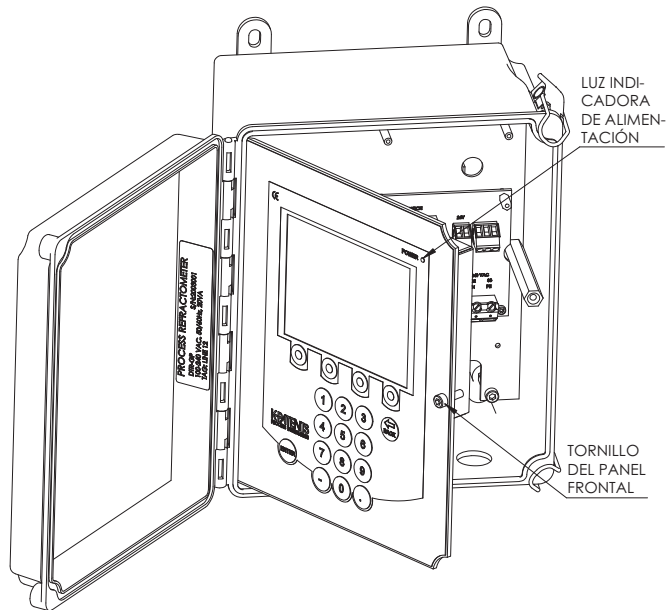
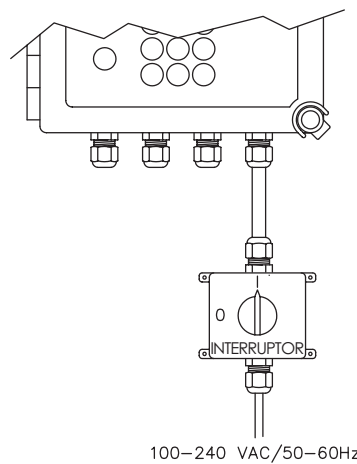

Figura 3.5 Abrir el Panel frontal del Transmisor indicador
Figura 3.6 El interruptor externo de corriente recomendado
Importante: El DTR no tiene un interruptor de corriente incorporado. El sistema está siempre encendido cuando está conectado a una fuente de alimentación. Vaisala recomienda montar un interruptor de corriente externo para controlar la fuente de alimentación del DTR, Figura 3.6.
Todas las terminales eléctricas del Transmisor indicador están detrás del Panel frontal. Para poder acceder a ellas, primero abrir la cubierta de la tapa. Luego aflojar el tornillo del Panel frontal (Figura 3.5) y abrir el Panel frontal. Así se puede acceder a todas las terminales.
¡Advertencia! Controlar que el aparato esté apagado antes de abrir el Panel frontal. Si la luz verde de encendido (Figura 3.5) está prendida, aún hay corriente en el sistema. Para apagar el aparato en forma completa, desenchufe el cable de alimentación o desconecte con un interruptor externo de corriente (Figura 3.6).
31 32 33	Corriente, L (31), N (32), protección a tierra (33), 100-240 V AC, 50-60 Hz. Se recomienda un interruptor de corriente externo (Figura 3.6).